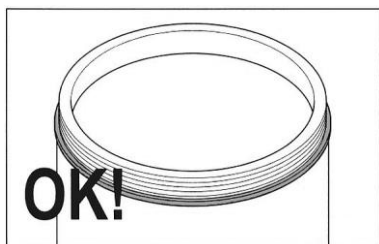

Fig. 31
1. Fig. 31 viser en korrekt installeret tætning; den er jævnt fordelt over hele kanten af beholderen.